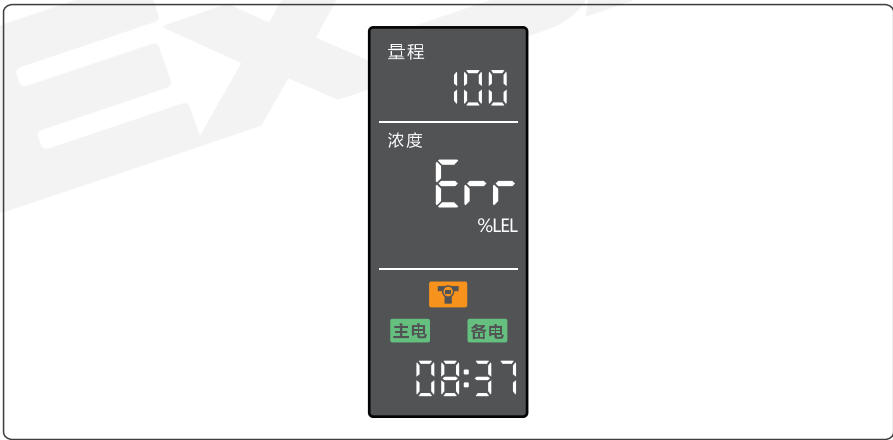

图 4-6
1. 探测器故障：当现场探测器发生故障或者探测器电源短路、断路，控制器显示 "Err",黄灯闪烁，探测器故障图标点亮成黄色（图4-6），蜂鸣器同步发声，按返回/消音键可消音。